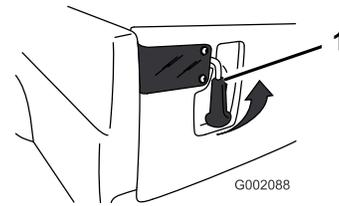

Figura 30
1. Para abrir los enganches de la compuerta, tire de las palancas hacia arriba (Figura 30). Los enganches saltarán hacia el centro de la compuerta. Baje ligeramente la compuerta.